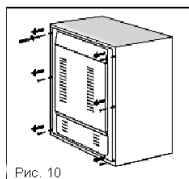

Рис. 10
- 2-Разберите заднюю панель плиты (Рис. 10).)